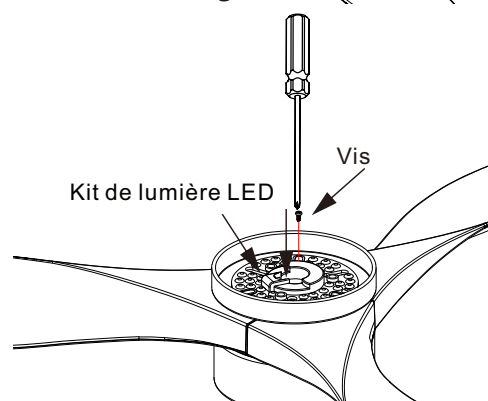

Figure 8
**Étape 3 :** Serrez les 3 vis précédemment retirées à l'étape 1 (Voir fig. 8)